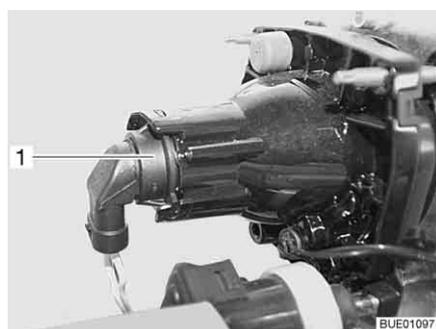

Fig. 256 Luz de cruce/luz larga/luz de estacionamiento
- Meter la mano detrás del portalámparas (Fig. 256,1).